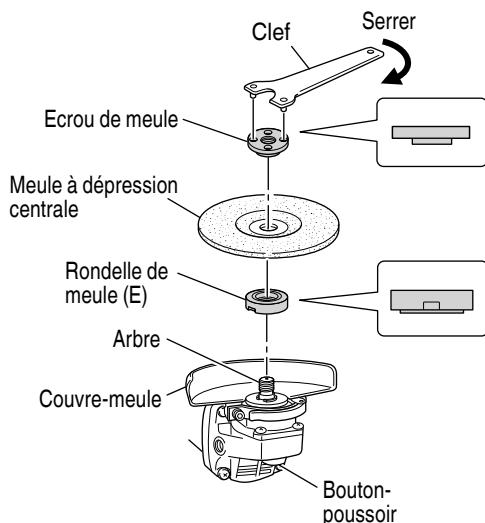

Fig. 14
- (1) Mettre la meuleuse à l'envers de façon que l'arbre soit dirigé vers le haut.
- (2) Aligner l'entaille de forme ovale de la rondelle de meule (E) avec l'encoche de l'arbre, puis les attacher.
- (3) Positionner la protubérance de la meule à dépression centrale sur la rondelle de meule (E).
- (4) Visser l'écrou de meule sur l'arbre.
- (5) Tout en poussant sur la bouton-poussoir avec une main, verrouiller l'arbre en tournant doucement la meule à dépression centrale avec l'autre main. Serrer l'écrou de meule en utilisant la clef fournie comme montré sur la Fig. 14.